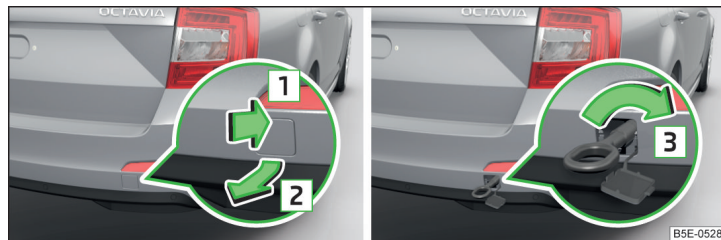
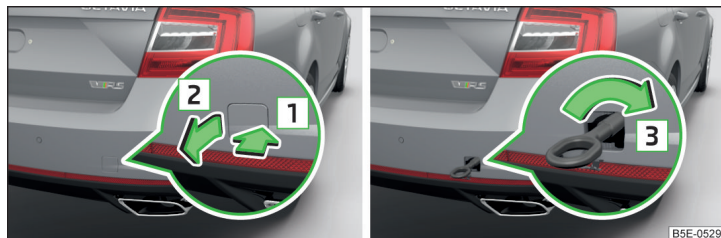

Fig. 228 Desmontaje de la caperuza cobertera / montaje de la argolla de remolque - variante 1
Fig. 229 Desmontaje de la caperuza cobertera / montaje de la argolla de remolque - variante 2
- » Presionar la caperuza en el sentido de la flecha **1** » fig. 228 o » fig. 229.
- » Enrosque la argolla de remolque a mano en el sentido de la flecha **3** » fig. 228 y/o » fig. 229 hasta el tope » **!**.